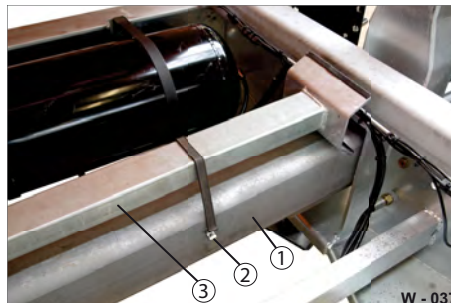

Abb. 37 Wartungsstütze in Fahrstellung
- ▶ Lösen Sie den Spannverschluss (Abb. 37/2).